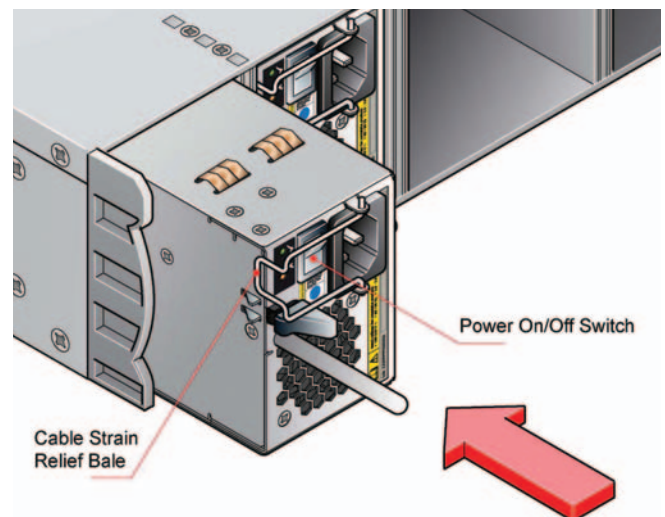

Figura 6: Instalar o módulo de fonte de alimentação CA
- Faça deslizar a PSU para o interior da estrutura (consulte a Figura 6).